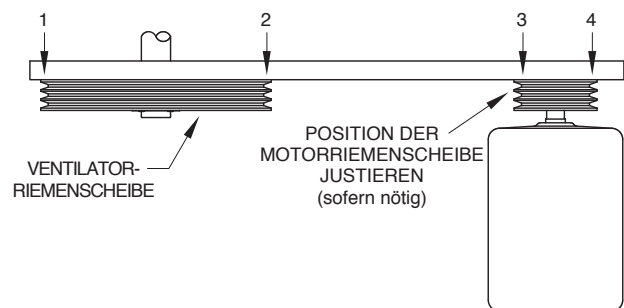

Abb. 33 – Überprüfen der Riemenscheiben-Ausrichtung
9. Zur Endkontrolle kann eine Wasserwaage o.ä. von Riemenscheibe zu Riemenscheibe gelegt werden, wodurch eine 4-Punkt-Auflagefläche entstehen sollte (wie in Abb. 33 dargestellt).